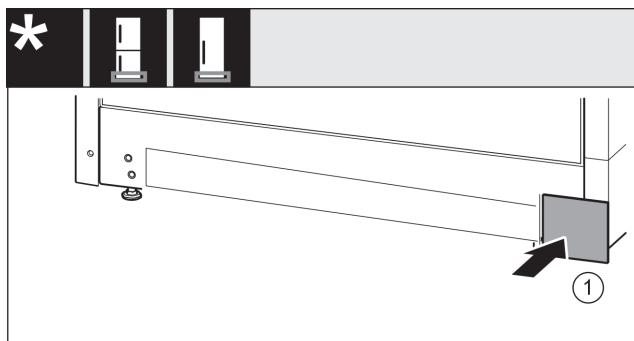

Fig. 26
- ▶ Ponovno nataknite pokrov na drugu stranu. Fig. 26 (1)